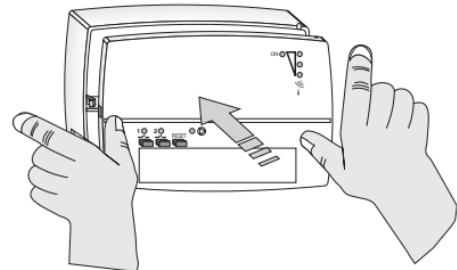
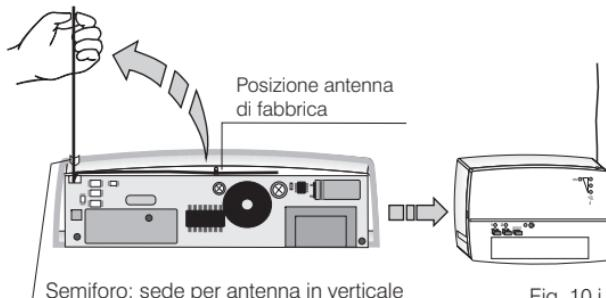

Fig. 9.i
Fig. 10.i
- Far passare il filo nel piccolo semiforo appositamente predisposto (fig. 10.I)
- Richiudere con attenzione il ricevitore (fig. 9.I - fig.10.I).